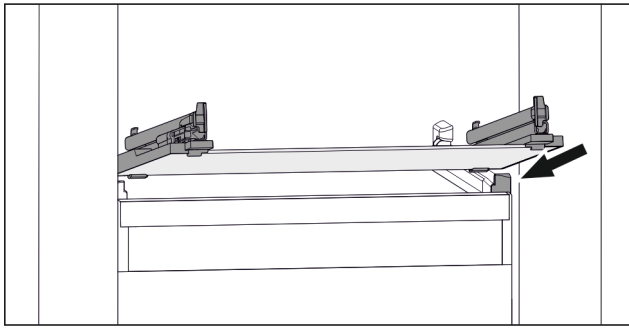

Fig. 69 玻璃隔板例图
- ▶ 将玻璃隔板斜放在止动器后面。(参见 Fig. 69)